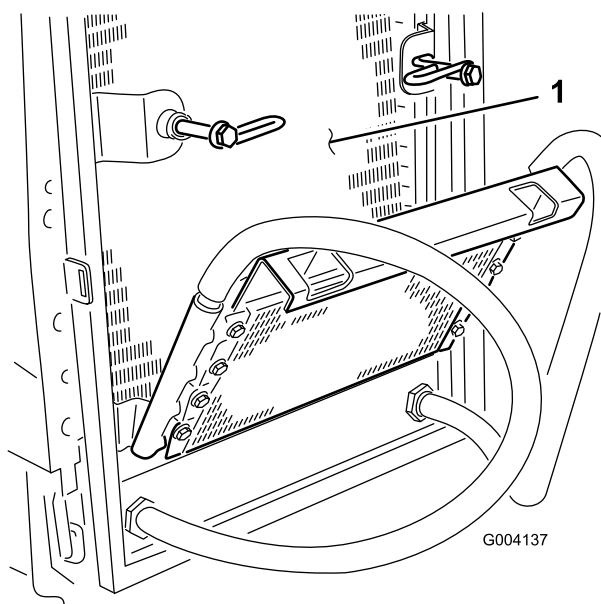

図 62
6. オイルクーラとラジエターの裏表を 図 62 圧縮空気で丁寧に清掃する。